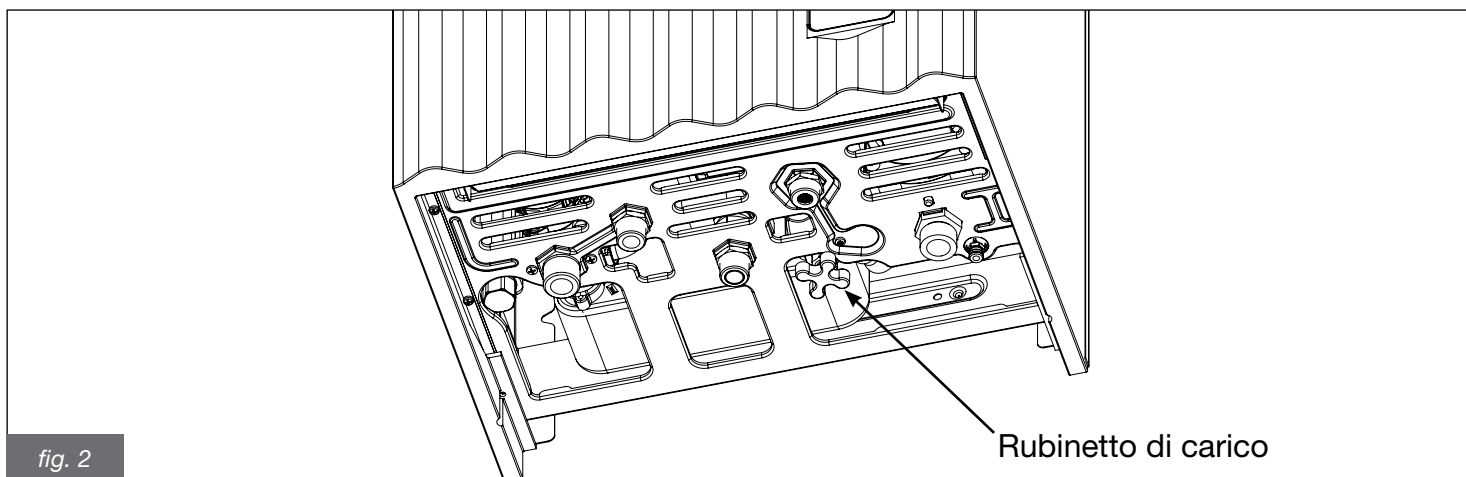

fig. 2
Nel caso dovesse lampeggiare l'errore **E04** di blocco per pressione impianto insufficiente provvedere al riempimento dell'impianto agendo sul rubinetto di carico in fig. 2.
- ruotare la manopola del rubinetto di carico (fig. 2) in senso antiorario per permettere l'ingresso dell'acqua in caldaia;